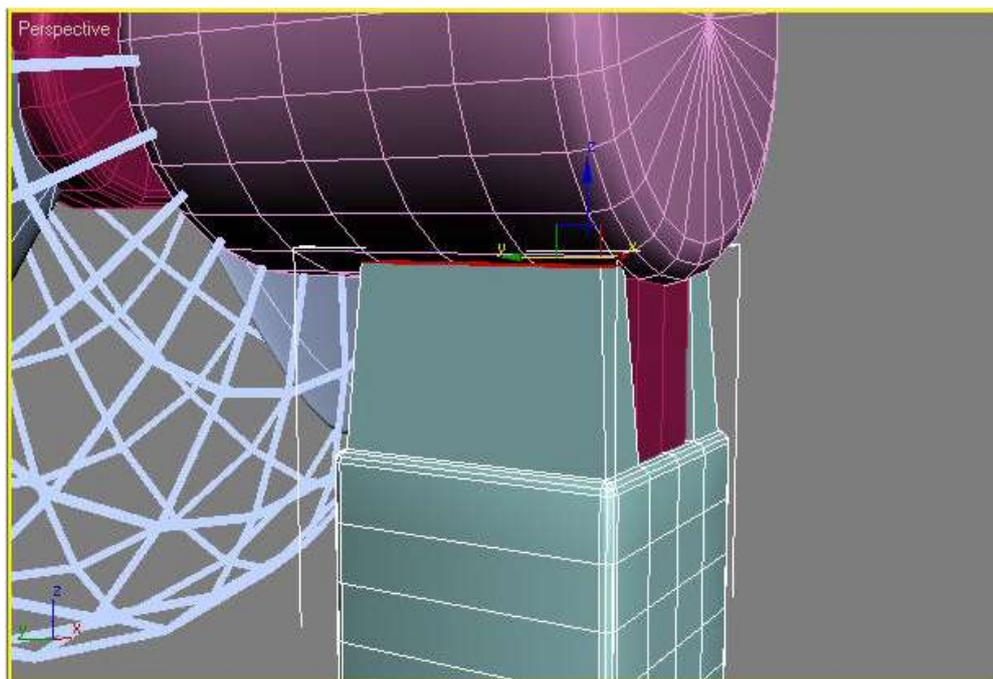

Рис. 50 – Вид коробки после выполнения операции **Bevel** (Выдавливание со скосом)
2. Воспользуйтесь инструментом **Bevel (Выдавливание со скосом)**. Щелкните на кнопке **Settings (Настройки)**, расположенной справа от кнопки **Bevel (Выдавливание со скосом)** в свитке **Edit Polygons (Редактирование полигонов)** настроек объекта на командной панели. В окне **Bevel Polygons (Скос полигонов)** установите значение параметра **Height (Высота)** равным 88. В результате коробка будет выглядеть так, как показано на рис. 50.